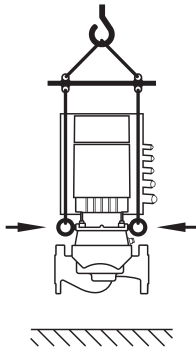

Fig. 8: Транспортировка насоса
- Транспортировка насоса должна выполняться с помощью допущенного грузозахватного приспособления (например, полиспада, крана и т. п.). Закрепление приспособлений должно осуществляться с использованием транспортировочных проушин на фланце электродвигателя (рис. 8, в данном случае: направление поднятия с вертикальным валом электродвигателя).